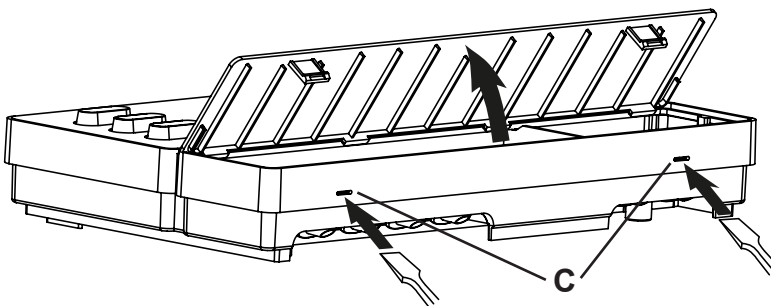

Fig. 2 Rimozione del coperchio dell'alloggiamento
2. Utilizzando un cacciavite, premere leggermente le chiusure a scatto C e rimuovere il coperchio dell'alloggiamento (vedi Fig. 2).